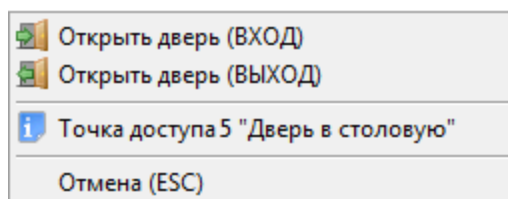

Рисунок 8-161 Контекстное меню для двунаправленной точки доступа
- Предоставление доступа в обоих направлениях – и на вход, и на выход (см. Рисунок 8-161) – для двунаправленной точки доступа, имеющей режим «Вход\Выход»;